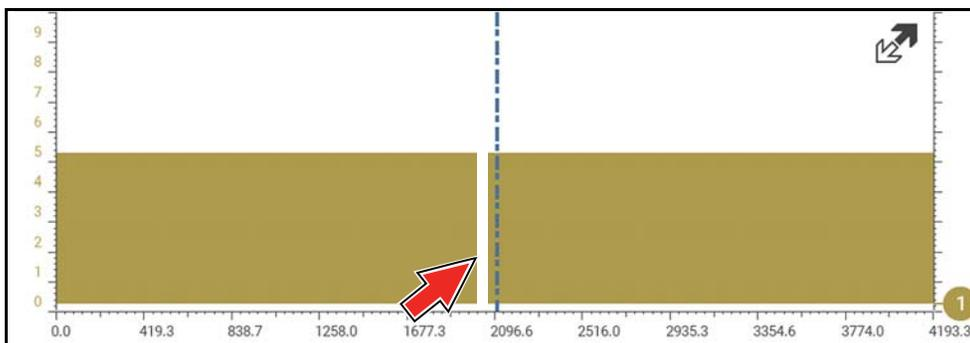

Figura 8-41
**2** - Pausar la captura de datos y, luego, alejar el zoom (en el ejemplo, 256X) para ver más datos y, posiblemente, encontrar una interrupción (Figura 8-41). En este ejemplo, se ha colocado el cursor a la derecha de una interrupción. La forma de onda está demasiado comprimida para ver los detalles. Sin embargo, la interrupción se destaca como una área ligera y delgada en la forma de onda.